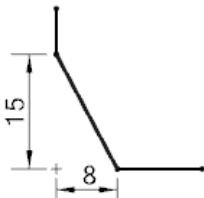

图 5.6.17 “非对称”类型倒斜角
- 如果选择 **非对称** 选项时，定义其距离 1 和距离 2，其结果如图 5.6.17 所示。